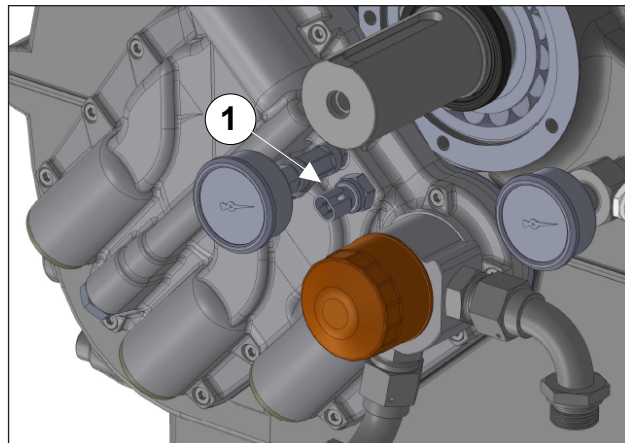

Abb. 135
Montieren Sie den Öltemperatursensor (Pos. ①, Abb. 135).